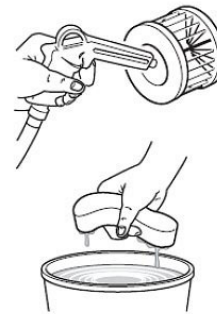

Abb. 13: Reinigung Luftfilter
Schritt 4: Lassen Sie das Kondenswasser ab, indem Sie das Ventil öffnen, welches sich unter dem Behälter befindet (Abb. 13).